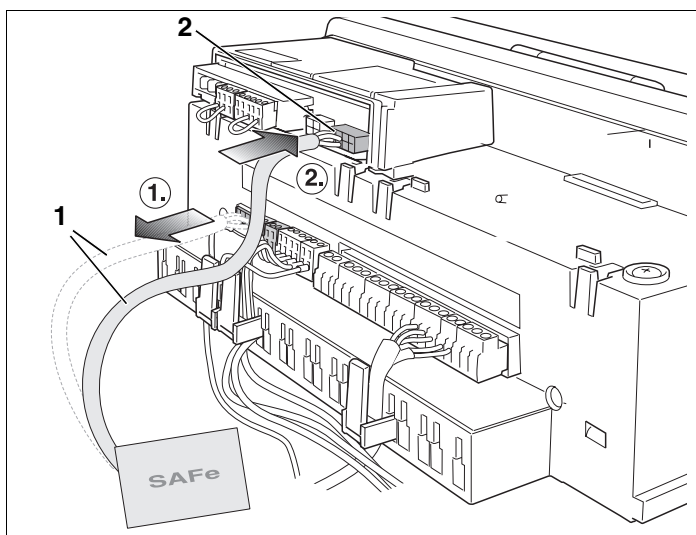

Abb. 6 SAFe-Kabel umstecken
- SAFe-Kabel (Abb. 6, **Pos. 1**) vom Regelgerät MC10 des Heizkessels abziehen und in die Steckbuchse (Abb. 6, **Pos. 2**) des Umschaltmodules UM10 einstecken.